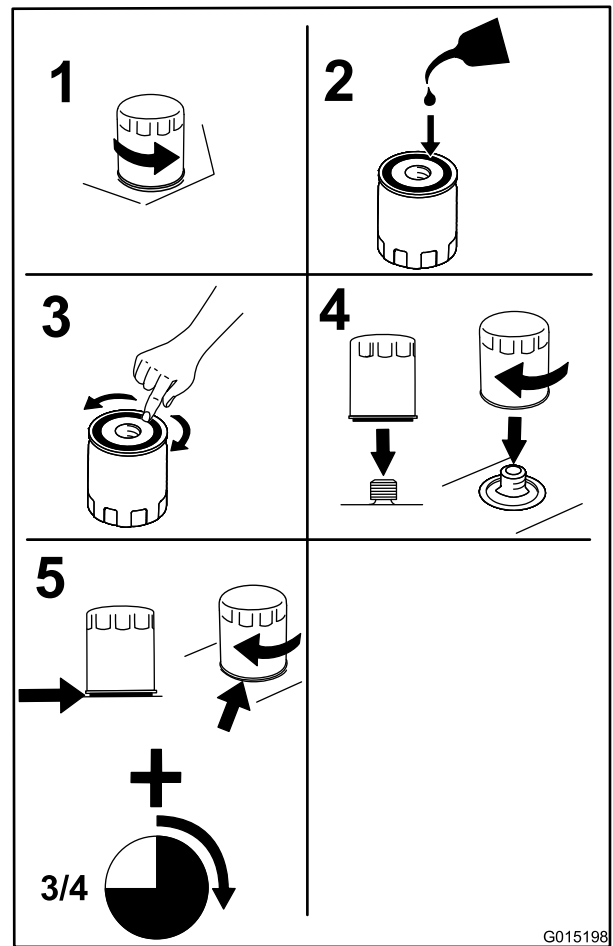

Figura 55
- Cambie el filtro de aceite del motor (Figura 55).